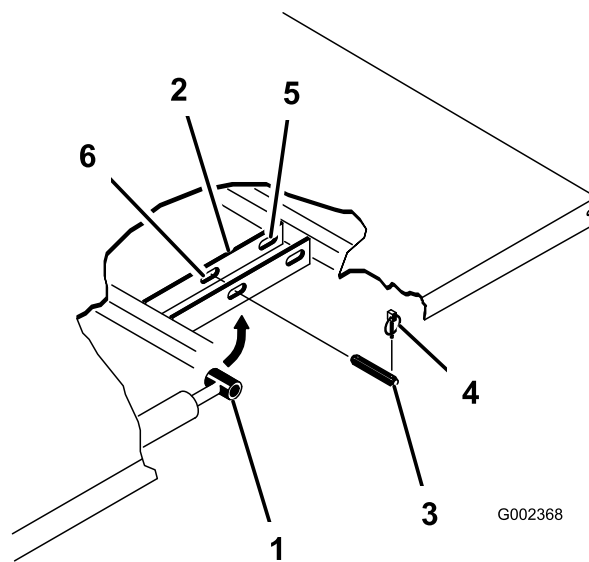

Рисунок 34
2. Удалите шпильки из наружных концов штифтов с отверстием под шпильку на штоках гидроцилиндров (Рисунок 34).